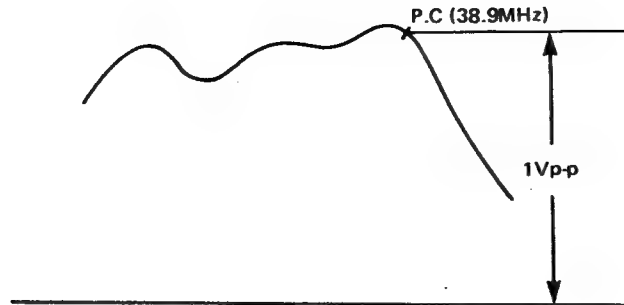

Fig. 13 Abb. 13
- 2. Adjust the level of sweep generator to obtain 1Vp-p output as in fig. 13.
- 4. Adjust L104 for maximum amplitude at P.C. (Picture carrier = 38.9MHz) as in fig. 13.
- 5. Adjust L131 for maximum amplitude at P.C. as in fig. 13.
- 2. Den Pegel des Wobbelsenders auf eine Ausgangsleistung von 1Vss abgleichen, wie in Abb. 13 gezeigt.
- 4. L104 auf maximale Amplitude beim Bildträger (Bildträger = 38.9 MHz) abgleichen, wie in Abb. 13 gezeigt.
- 5. L131 auf maximale Amplitude beim Bildträgers abgleichen, wie in Abb. 13 gezeigt.